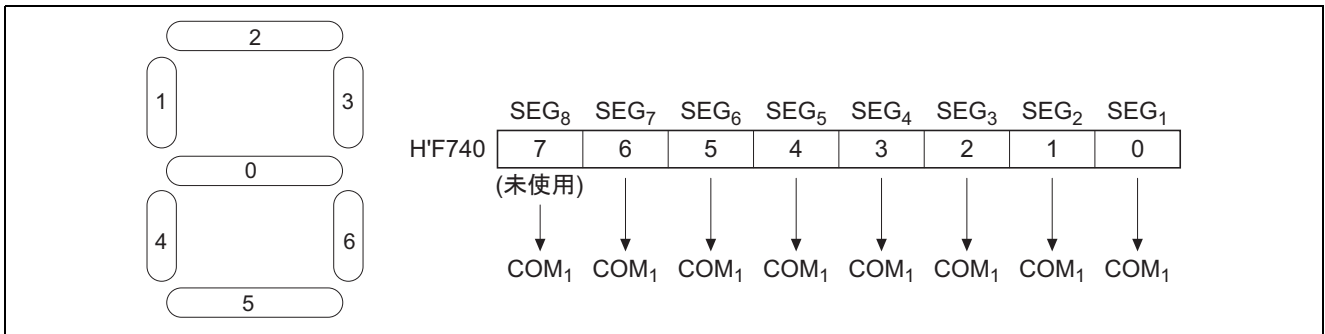

図 6 LCD の表示/非表示と対応する LCD RAM 設定値の関係
(7) 図 6 に 4 桁 7 セグメント LCD の SEG1 ~ SEG7 に対応する LCD RAM の関係を示します。図 6 に示すように 0 ~ 7 に対応する LCD RAM のビットに "1" をセットすると LCD は表示, "0" にクリアすると LCD は非表示します。